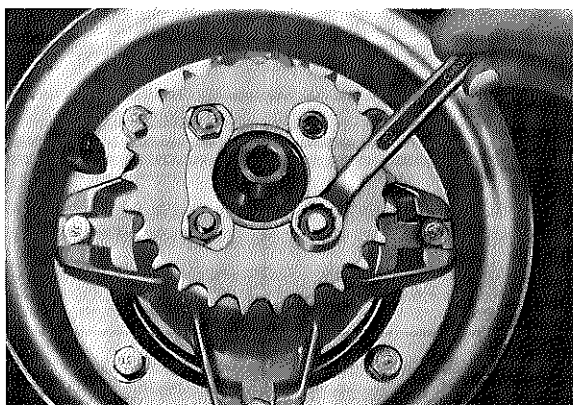

Fig. 5-5-3
1. Using a blunt chisel, flatten the securing bolt lock washer tabs. Remove the securing bolts. Remove the lock washers and sprocket. (Fig. 5-5-3)
1. A l'aide d'un burin non tranchant, redresser les rondelles freins des boulons de fixation, et enlever ces derniers, puis les rondelles freins et le pignon (Fig. 5-5-3).
1. Gebogenen Lappen der Sicherungsscheibe mit einem stumpfen Meißel geradebiegen. Befestigungsschrauben entfernen, dann Sicherungsscheiben und Kettenrad abnehmen. (Fig. 5-5-3)